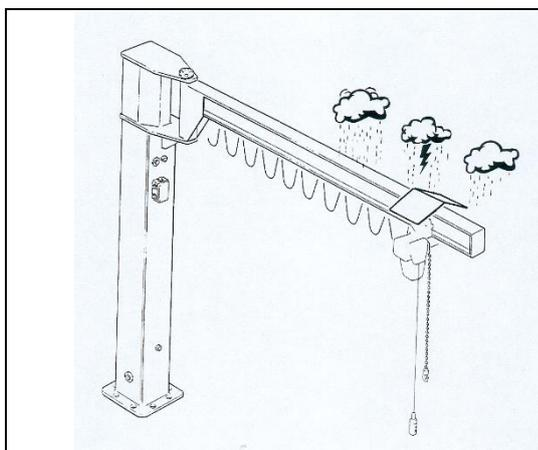

fig. 71
- **uso all'aperto:** la gru a bandiera può essere esposta agli agenti atmosferici durante e dopo l'utilizzo. Le parti elettriche del paranco e del carrello devono essere dotate di protezione IP55, è inoltre raccomandabile proteggere paranco e carrello stessi con tettoie e ripari (fig. 71)